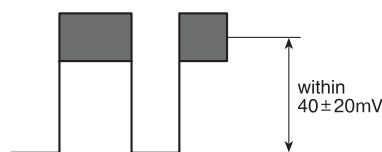

Рис. 7. Осциллограмма контрольного сигнала при регулировке параметра SECAM B-L
- нажать кнопку 7, на экране на мгновение отобразится сообщение «SECAM B-L»; кнопками CH ▲▼ отрегулировать параметр так, чтобы размах сигнала соответствовал осциллограмме (рис. 7); признаком неправильной регулировки (помимо сигнала осциллографа) служит появление цветной окантовки на краях белых деталей изображения;